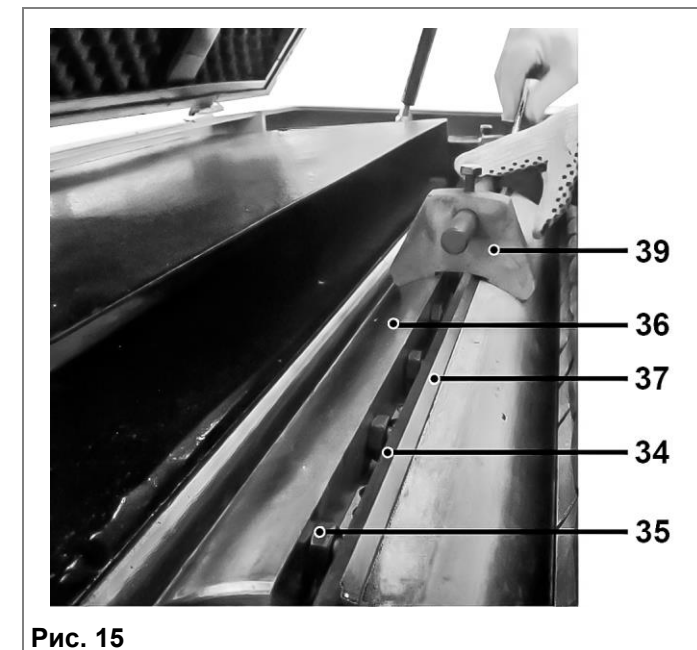

Рис. 15
10.10.2. Положите параллельно два деревянных бруска одинаковой толщины на обе стороны стола (8), нажмите кнопку «ВВЕРХ» подъема стола (Рис. 8) на блоке управления (5) и затем отрегулируйте точно вручную подъем стола (8) при помощи маховика (3) устройства ручного подъема и опускания стола (8) до контакта с ножом (37) (Рис. 15, 16).